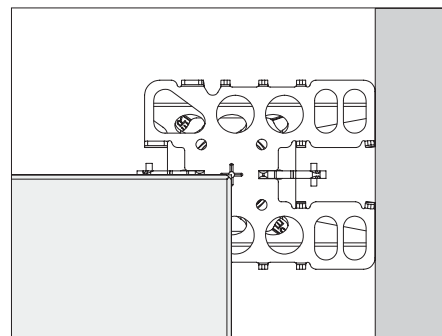

Fig. A5.17
Le file di denti (7.2) della sporgenza fissano gli elementi a telaio (3) in 5 posizioni diverse. Scegliere la posizione di appoggio in base alla larghezza della compensazione. Posizionare la sporgenza della testa combi SCK il più possibile vicino alla parete, al fine di puntellare al meglio l'area di compensazione. (Fig. A5.17 - A5.17d)